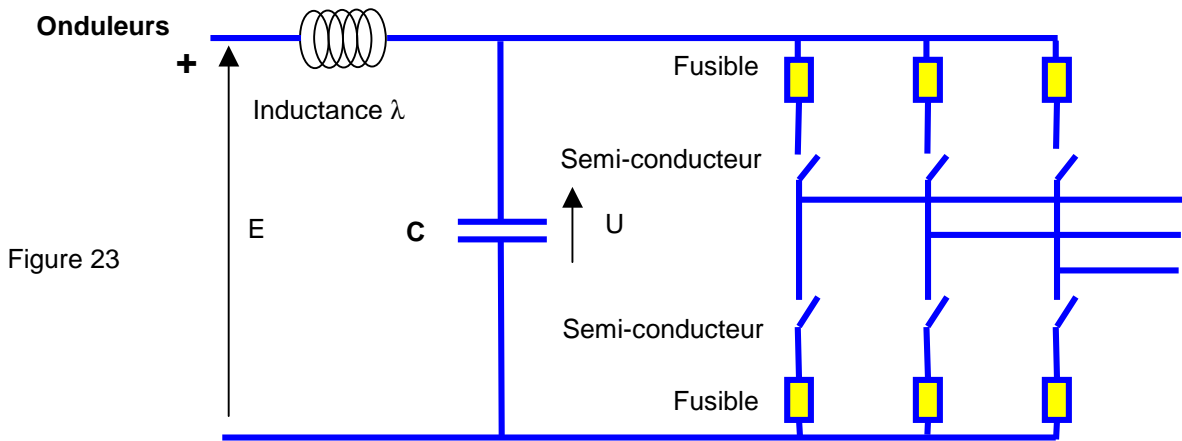

Figure 23
- fusibles dans les bras de l'onduleur (figure 23)